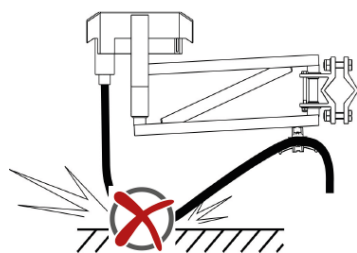
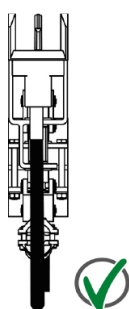

Fig. 115 : Le câble de raccordement ne doit pas être posé
Fig. 121 : Le câble de raccordement n'est pas torsadé
- Poser des câbles de raccordement sans force de guidage et présentant une grande flexibilité afin d'éviter toute déviation, traction ou pression sur les contacts glissants ou toute restriction de mouvement du collecteur de courant (voir Fig. 115 à Fig. 121).
- Veiller au choix du câble de raccordement et à une pose correcte et sans force de traction des câbles de raccordement (voir Fig. 115 à Fig. 121).